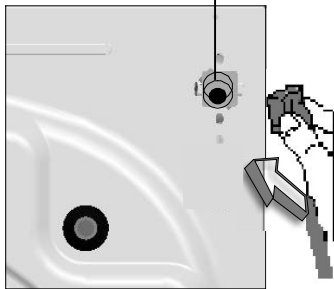
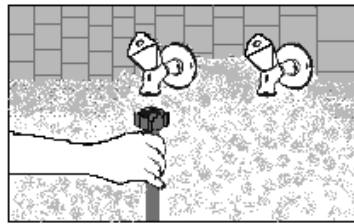

Fig. 6
Fig. 7
- Branchez le raccord (coudé) du tuyau d'arrivée d'eau à l'arrière de la machine avec 1 joint (fig.6) et l'autre raccord (droit) au robinet avec le joint avec filtre (fig.7). En cas de doute, faites brancher la machine par un installateur qualifié.